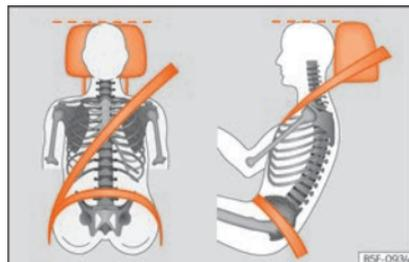

Fig. 74 Apoyacabezas ajustado correctamente visto de frente y lateralmente.
- Ajuste el apoyacabezas de modo que el borde superior quede, en la medida de lo posible, a la altura de la parte superior de la cabeza, como mínimo a la altura de los ojos »» fig. 74.